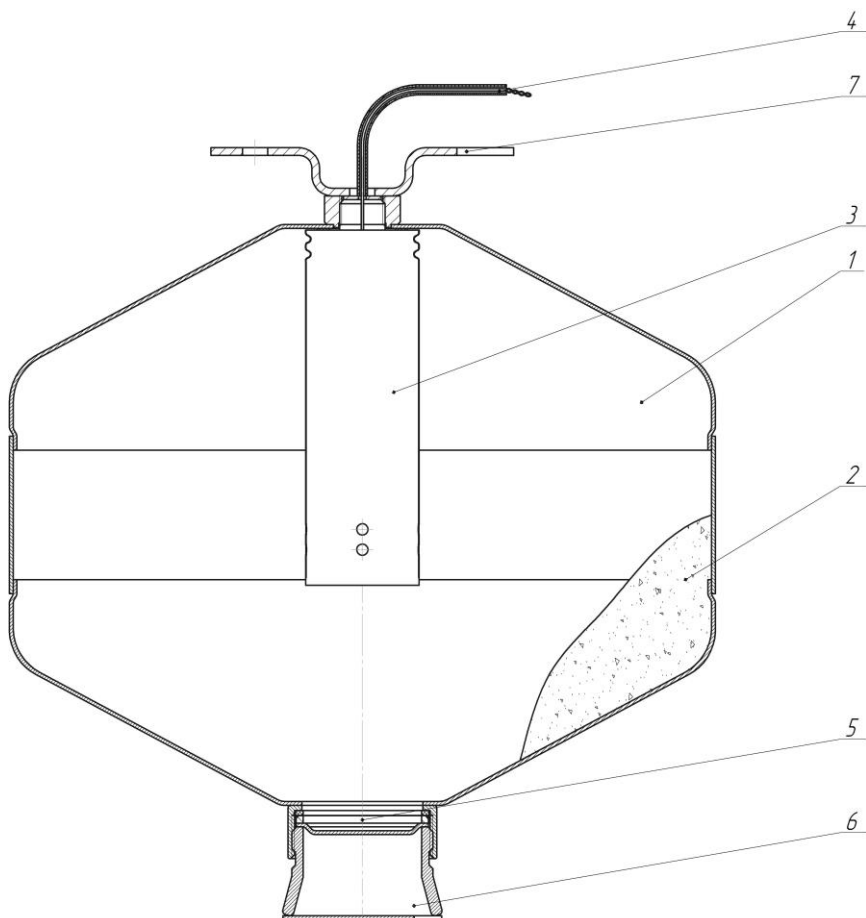

Рис.3
3.1.1 МПП (рис. 3) состоит из корпуса **1**, в котором размещаются огнетушащий порошок (ОП) **2** и газогенерирующее устройство (ГГУ) **3** с электроактиватором **4**. В нижней части корпуса, выходное отверстие которого перекрыто мембраной **5**, находится насадок-распылитель **6**. Соединительные провода электроактиватора ГГУ **3** выведены через герметичный узел в корпусе МПП. В верхней части модуль снабжен кронштейном **7** для крепления к потолочному перекрытию.